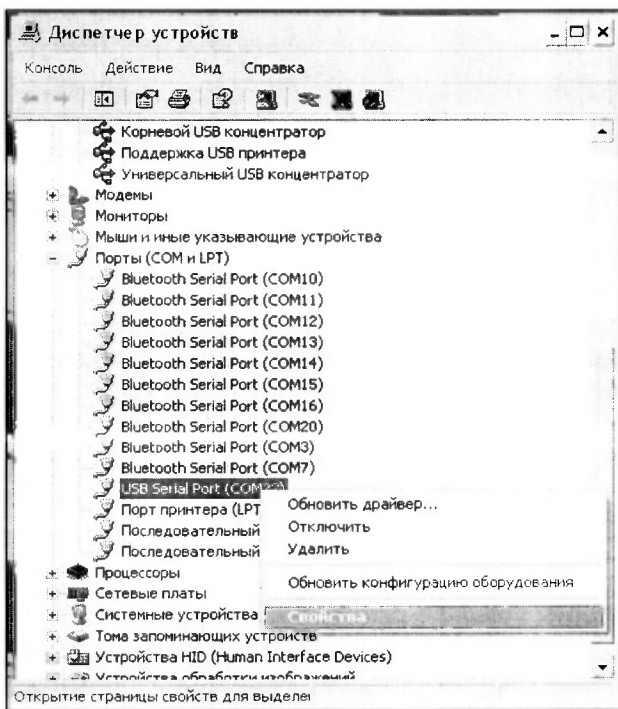
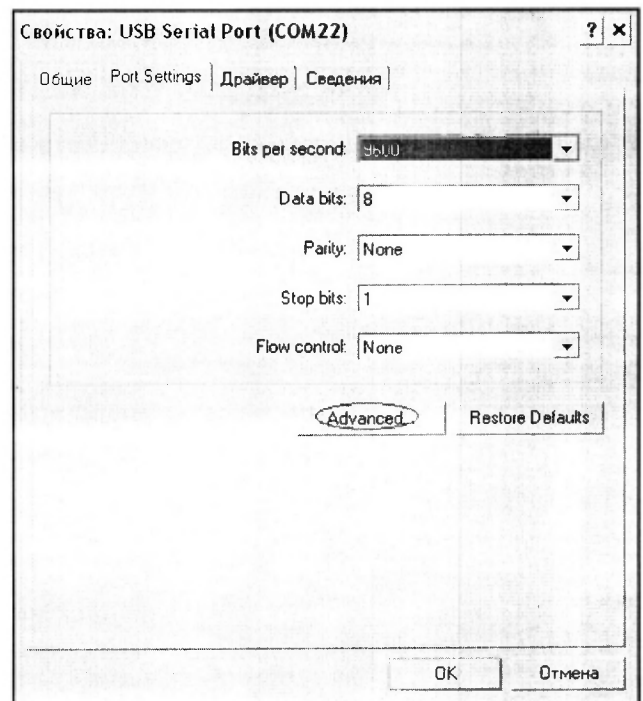
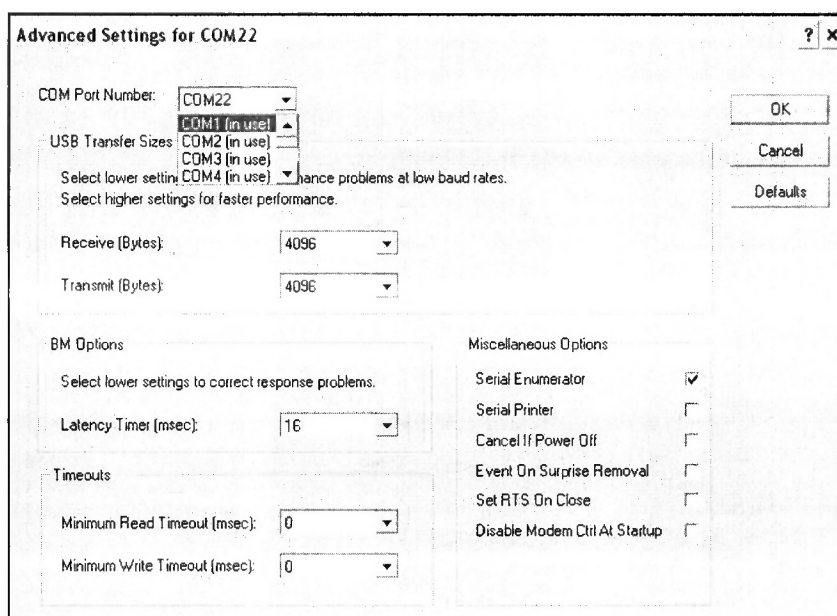

Рисунок 2.4 – Окно диспетчера устройств
Рисунок 2.5 – Окно свойств USB-порта
Рисунок 2.6 – Дополнительные настройки драйвера
– найти строку «USB Serial Port (COM№)», в скобках указан номер COM-порта, если номер в скобках «1», то настройка завершена и ничего менять не нужно, если в скобках другой номер, необходимо вызвать окно свойств «USB Serial Port (COM №)» (правой клавишей мыши щелкнуть по строке USB Serial Port (COM №) и выбрать пункт меню «Свойства») (рисунок 2.4), перейти на вкладку «Параметры Окна», нажать кнопку «Дополнительно» (рисунок 2.5) и в выпадающем списке «Номер Com-порта» выбрать «COM 1» (рисунок 2.6), нажать кнопку «ОК».